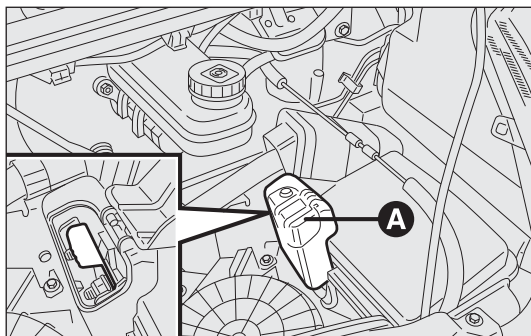

fig. 152
- ☐ levante la tapa A para poder alcanzar la conexión al polo positivo de la batería fig. 152;